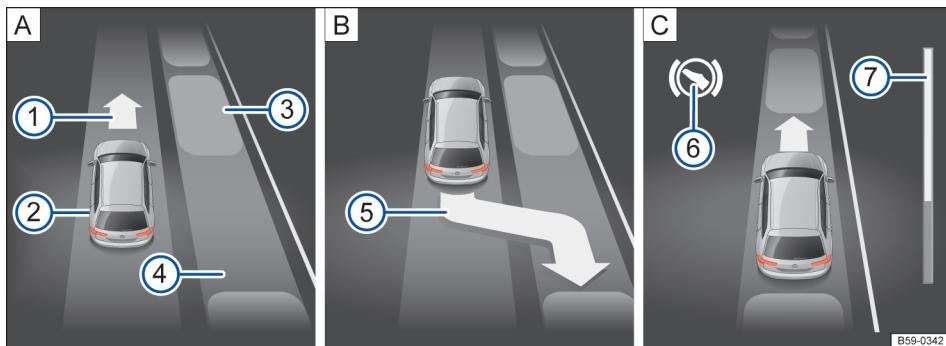
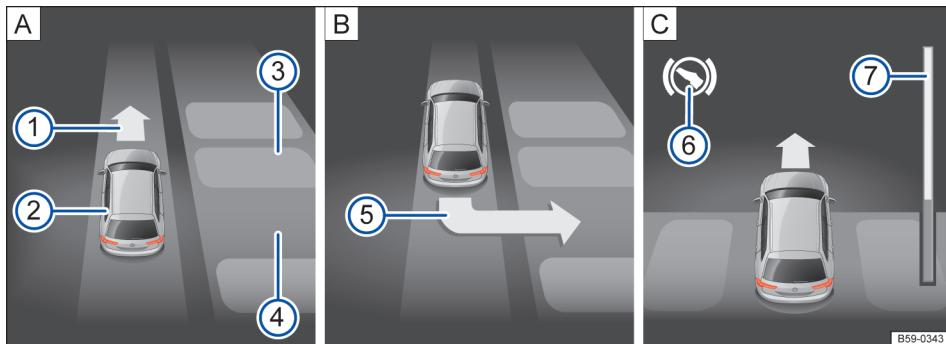

图 172 组合仪表显示器上：与路面平行泊车。[A] 寻找停车位，[B] 泊车的位置，[C] 调车
图 173 组合仪表显示器上：与车道垂直泊车。[A] 寻找停车位，[B] 泊车的位置，[C] 调车
→ 图 172 或 → 图 173 的图例：
在组合仪表的显示器中，进度条显示→图 172 ⑦ 或 → 图 173 ⑦ 以符号方式呈现出待行驶的相对距离。距离越长，进度条上的填满状态越大。向前行驶时，进度条的填满部分往上递减，倒车行驶时，进度条的填满部分往下递减。
2.	注意组合仪表显示器中的显示，是否侦测到「合适的」停车位或横向停车位，是否到达正确的泊车位位置→图 172 [B] 或→图 173 [B]。
3.	仅当在组合仪表的显示器中显示出泊车的要求⑤，才会侦测到「合适的」停车位或横向停车位。
6.	注意周围环境，并小心的踩油门—车速最高 7 km/h。 智能泊车辅助系统在泊车程序中只执行转向运动。驾驶员负责操作油门踏板，必要时还有换挡机构以及制动。 倒车行驶直到泊车雷达系统发出持续音讯号。 或：倒车行驶，直到组合仪表显示器上出现向前行驶要求→图 172 [A] ① 或→图 173 [A] ①。 或：直到组合仪表显示器中显示讯息：泊车转向辅助结束。 进度条⑦ 表示待行驶距离→第 177 页。
7.	踩下制动踏板，直至智能泊车辅助系统的转向操作结束。 或：至组合仪表的显示器中的符号 ⑧ 熄灭。
9.	智能泊车辅助系统控制汽车前进或倒车，直到汽车笔直停在停车位或横向停车位中为止→图 172 [C] 或→图 173 [C]。